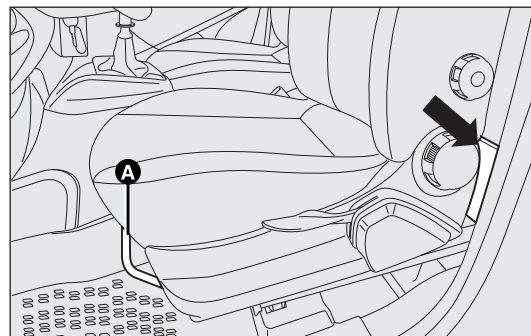

fig. 129
- ☐ para versiones Cargo fig. 129: desplace hacia delante el asiento delantero izquierdo actuando en la palanca A para retirar la bolsa de herramientas y póngala al lado de la rueda que se tiene que sustituir;